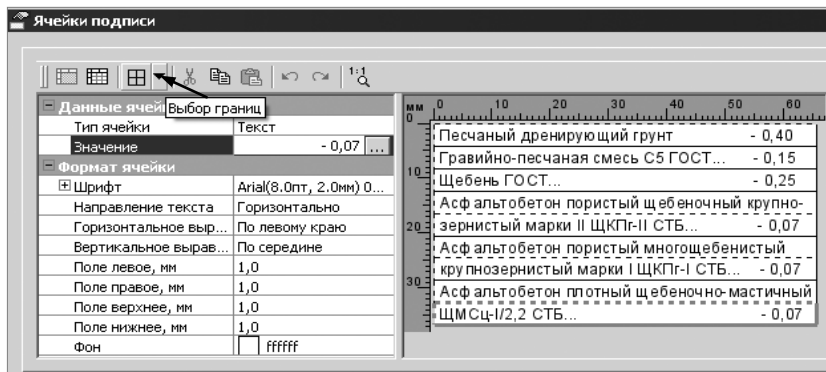

Рис. 30.6
9. Подпишем слои дорожной одежды на поперечниках, также используя команду **Подпись/Создать**. При этом зададим количество ячеек по числу строк, необходимых для описания конструкции дорожной одежды (рис. 30.6).